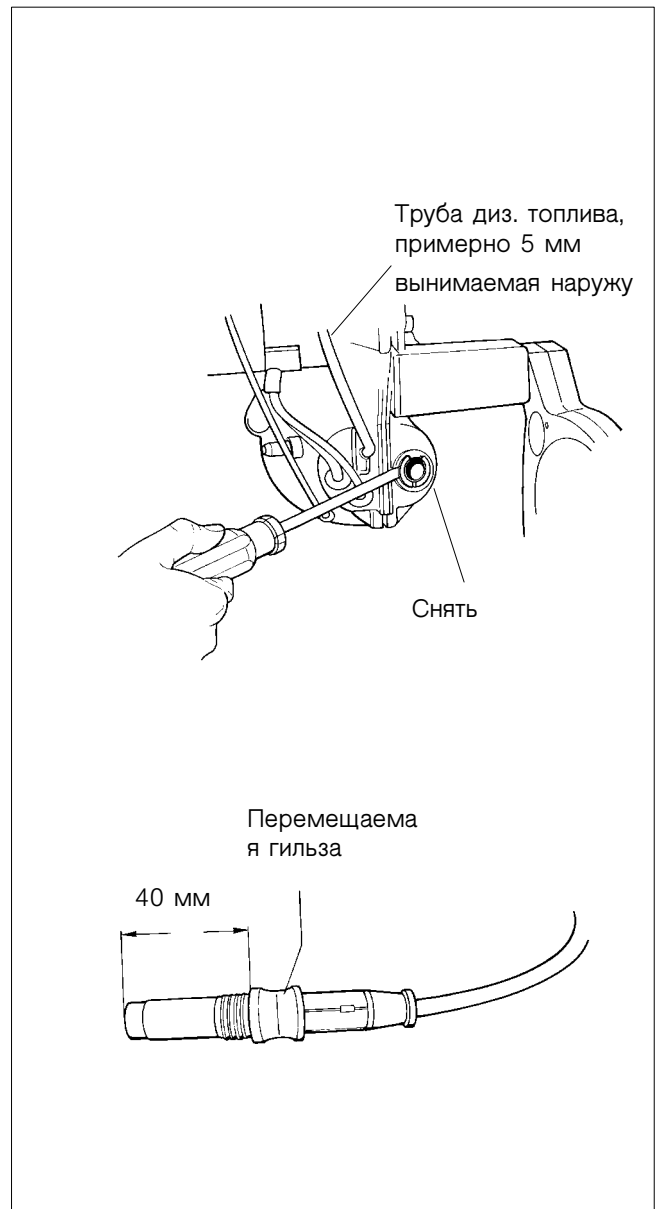

Рис. 5
- Отверткой как рычагом удалить удерживающую трубу из кожуха горелки (рис. 5). Удерживающая труба при этом сломается.
- Вставить датчик пламени, при этом выдвинуть вперед выдвижную гильзу, глубина установки примерно 40 мм (рис. 5).